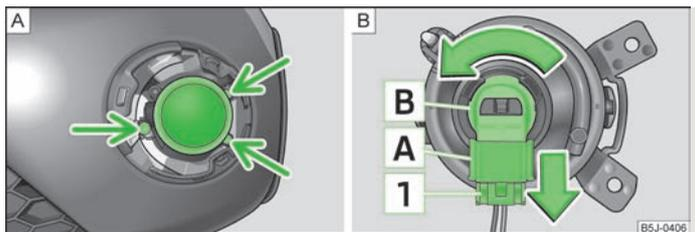

Fig. 149 Paraurti anteriore: Fendinebbia / Fendinebbia: sostituzione della lampadina
- Con un cacciavite, » pagina 161, *Attrezzi di bordo* svitare le viti » fig. 149 - [A].
- Premere la leva [1] » fig. 149 della spina [A] ed estrarre la spina dall'alloggiamento [B].